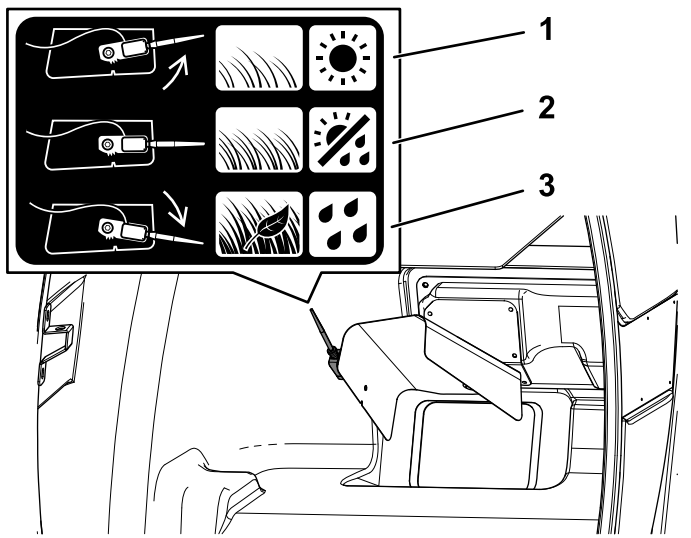

Figura 28
- Pentru iarbă și condiții meteorologice normale, rotiți senzorul în poziția de mijloc (Figura 28).
- Pentru condiții de iarbă umedă și densă, atunci când colectați frunze sau dacă buncărul se umple înainte ca senzorul să fie activat, rotiți senzorul în jos (Figura 28).
- Pentru condiții de iarbă uscată, rară sau dacă puntea mainii de tuns iarba este decuplată înainte ca buncărul să se umple, rotiți senzorul în sus (Figura 28).